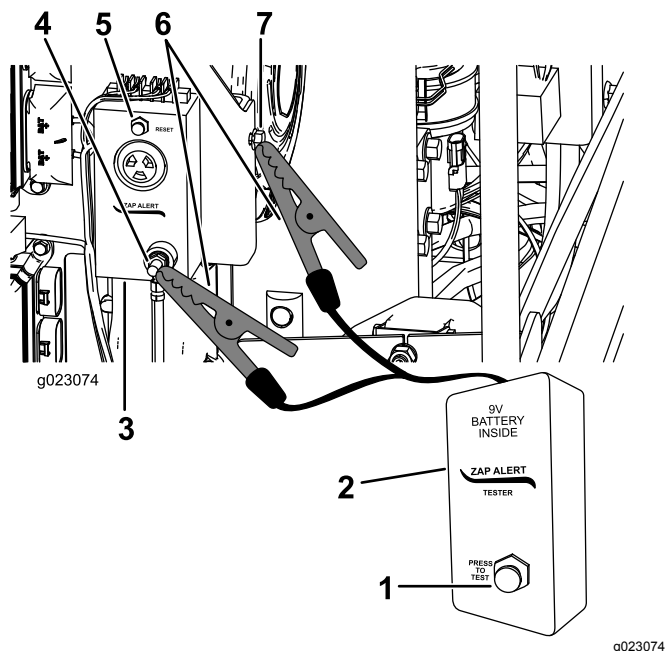

Рисунок 33
- Подсоедините зажим типа «крокодил» с тестера Zap-Alert к шпильке заземления на системе Zap-Alert (Рисунок 33).
- Нажмите кнопку ПРОВЕРКИ на тестере системы Zap-Alert, предупреждающей о контакте бура с подземным электрокабелем (Рисунок 33).
- Нажмите кнопку ПЕРЕЗАГРУЗКИ СИСТЕМЫ ZAP-ALERT, чтобы прекратить подачу предупреждающих сигналов (Рисунок 33).